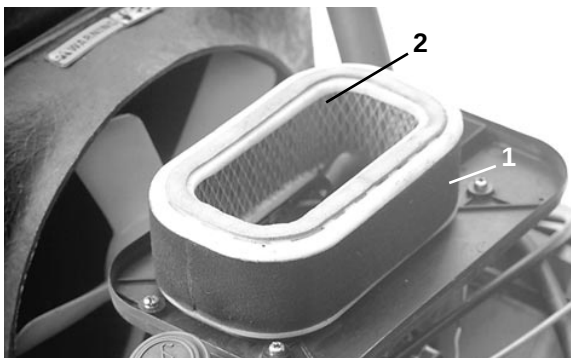

Fig. 20
2. Hvis skumelementet (fig. 20) er skittent må det tas ut av papirelementet. Gjør det grundig rent.
3. Når skumelementet overhales bør tilstanden til papirelementet (fig. 20) undersøkes. Støv fjernes ved at du banker forsiktig mot elementet. Elementet må skiftes etter hver 200 timer.